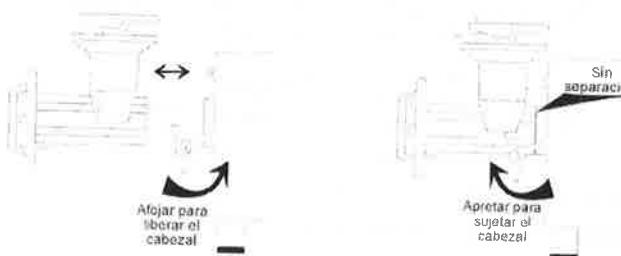

FIG.4 SUJECIÓN DEL CABEZAL
1.- Retire la tuerca (17) girándola en contra de las manecillas. Extraiga el cedazo (16), Navaja (15) y el gusano (13).
2.- Gire la perilla para cabezal (7) en contra de las manecillas para aflojar el cabezal (10) y retirarlo. (ver FIG. 4).